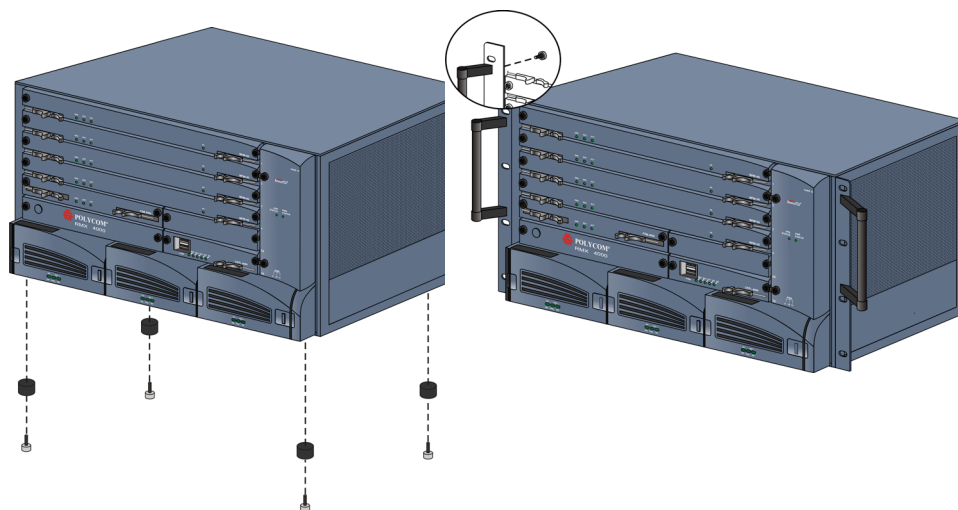

Рис. 1-1 Необязательно – снятие рукояток и ножек
- Необязательно – в зависимости от стойки может понадобиться снять прикрепленные к RMX 4000 ручки. Открутите ручки от шасси, как показано на Рис. 1-1, “Необязательно – снятие рукояток и ножек”.
- Необязательно – если для установки RMX 4000 в стойке выделено место высотой 6U, для установки RMX 4000 в стойку необходимо снять ножки. Открутите ножки от шасси, как показано на Рис. 1-1, “Необязательно – снятие рукояток и ножек”.